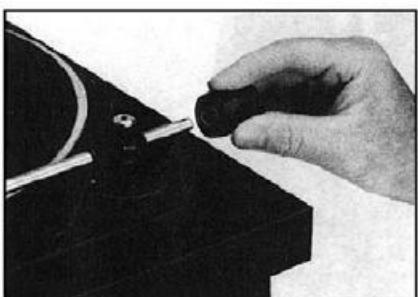

Рис.4
2. Поверните противовес тонарма **3** (рис. 4). Разблокируйте тонарм и переместите его на опору тонарма. Установите рычаг подъема тонарма **5** в позицию **▼**. Во время выполнения этой операции придерживайте тонарм.